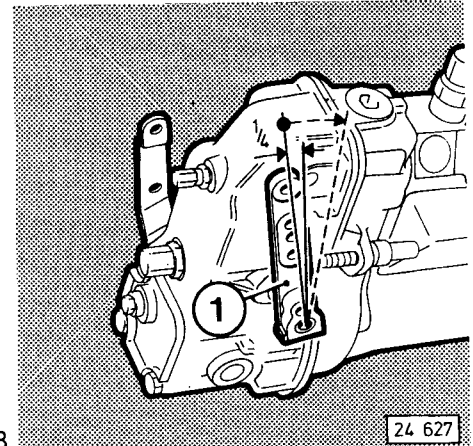

Fig. 28
- ▶ Drehzahlverstellhebel 1 (Fig. 28) durch Hand- oder Fußhebelbetätigung auf etwa $\frac{1}{4}$ Drehzahlstellung bringen.
- ▶ Läuft der Motor nach dem Start noch nicht ganz rund oder qualmt er grau-weiß, Motordrehzahl nicht mit dem Drehzahlverstellhebel 1 (Fig. 28) zu beschleunigen versuchen, sondern